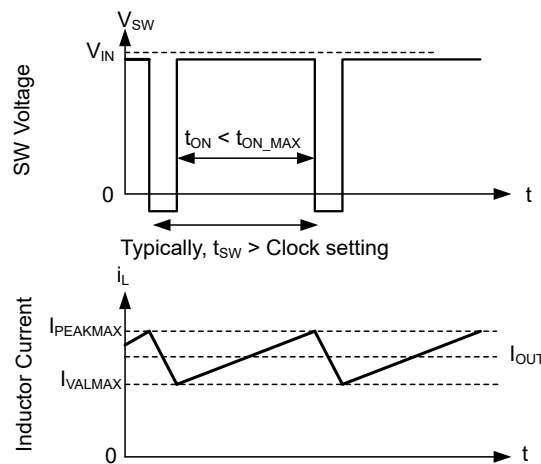

图 7-12. 电流限值波形
当低侧 (LS) 开关接通时，也会检测和监控流经该开关的电流。与高侧器件一样，低侧器件具有由内部误差放大器环路命令的关断功能。对于低侧器件，即使振荡器正常启动一个新的开关周期，也会在电流超过此值时阻止关断。与高侧器件一样，关断电流的高低也受到限制。该限值在图 7-12 中称为低侧电流限值  $I_{VALMAX}$ 。如果超出低侧电流限值，低侧 MOSFET 将保持导通状态，高侧开关不会导通。一旦低侧电流降至此限值以下，低侧开关就会关断，并且只要自高侧器件上次导通后至少经过一个时钟周期，高侧开关就会再次导通。